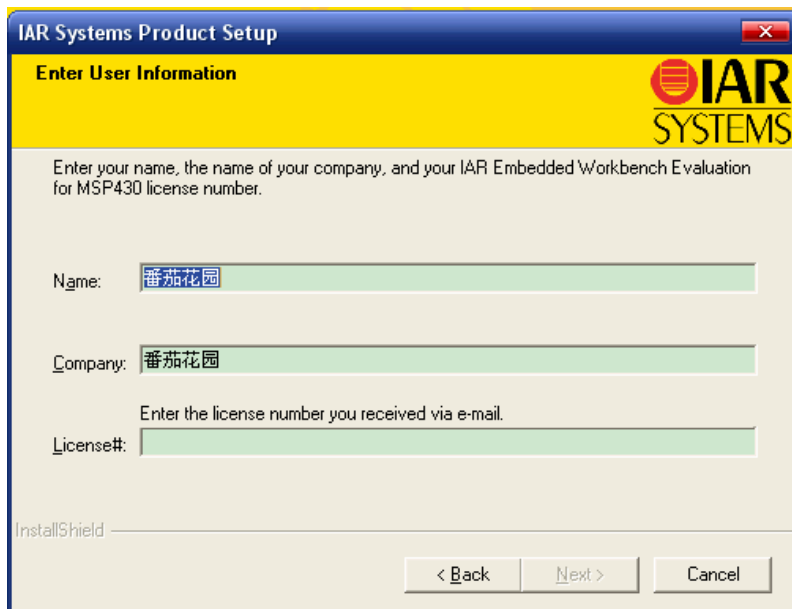
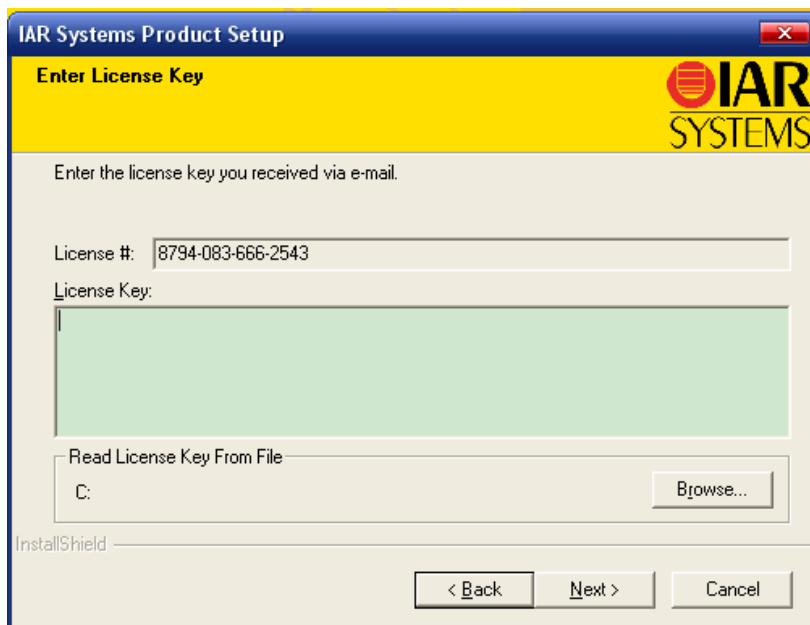

图 1.5
图 1.6
3、双击名为 **EW430-ev-web-342A** 的图标，等待解压缩完毕后出现安装画面，单击 **Next** 后看到关于 **License** 的说明再单击 **accept** 就可以看到如图 1.5 所示的画面。
4、用户可以随意更改 **Name** 和 **Company** 中的内容；然后选择已经打开的注册机，将 **License number+key** 下文本框中的数字复制出来，粘贴到图 1.5 的 **License** 下面的文本框中，可以看到原来灰色的 **Next** 按钮变成了黑色，单击 **Next** 进入下一页，看到图 1.6。